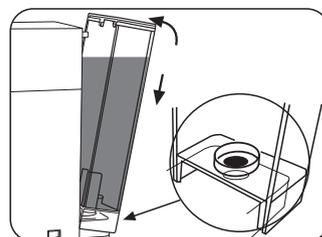

Fig.3
- Volver a introducir el depósito inclinándolo ligeramente y apoyándolo en la válvula del agua. Presionar la parte superior en la máquina hasta sentir un disparo. A fin de evitar salidas de agua, controlar que el depósito esté fijado (**Fig.3**)